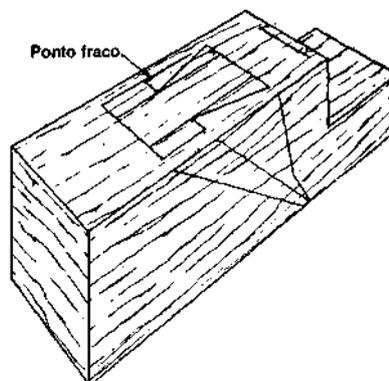

Fig. 4
*Escolha racional das faces da plaina* (Fig. 4). — As zonas anulares devem ficar dispostas transversalmente, por causa do ponto fraco indicado.